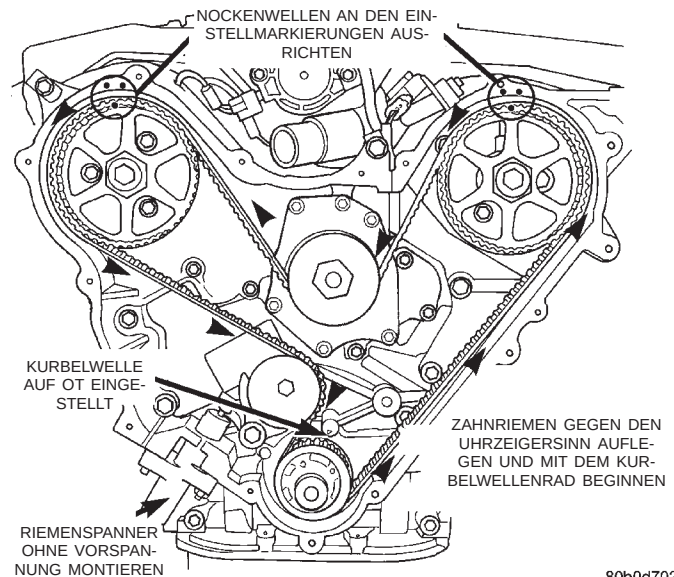

Abb. 71 Zahnriemen—Einbau
(1) Kurbelwellenrad zur OT-Markierung auf dem Ölpumpendeckel ausrichten (Abb. 71).
(3) Zahnriemen auflegen, dabei am Kurbelwellenrad beginnen und gegen den Uhrzeigersinn weiterarbeiten (Abb. 71). Riemen um das letzte Nockenwellenrad schlingen. Beim Umschlingen der Spannrolle muß der Riemen gespannt gehalten werden.
(4) Spannrolle gegen den Riemen halten, Spannvorrichtung in Gehäuse einbauen und mit einem Anzugsmoment von 28 N·m (250 in. lbs.) festziehen. Die Markierungen an beiden Nockenwellenrädern müssen sich nach wie vor zwischen den Markierungen auf der Riemenabdeckung befinden.
(5) Nach dem Befestigen des Riemenspanners den Sicherungsstift herausziehen, damit der Riemen Spanner gegen die Spannrollenhalterung drücken kann.
(6) Kurbelwellenrad zwei Umdrehungen drehen und die Einstellmarkierungen an Nockenwellen und Kurbelwelle prüfen. Die Markierungen müssen sich in der ursprünglichen Einstellposition gegenüberste-
hen (Abb. 71). Falls die Lage der Markierungen nicht stimmt, den Vorgang wiederholen.